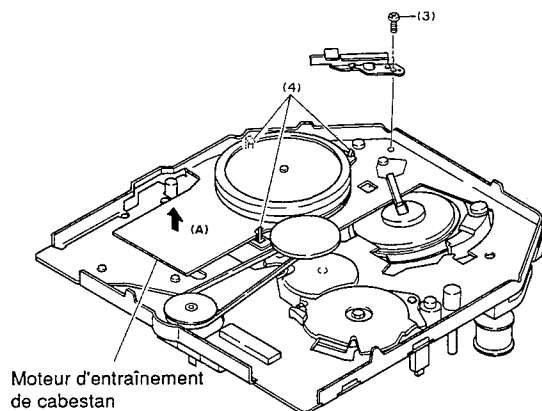

Fig. 2-5
- 3) Ribérer les trois segments de fixation (3) qui immobilisent le moteur d'entraînement de cabestan et retirer le moteur d'entraînement de cabestan en agissant dans la direction indiquée par la flèche (A) (Voir la figure 2-5)